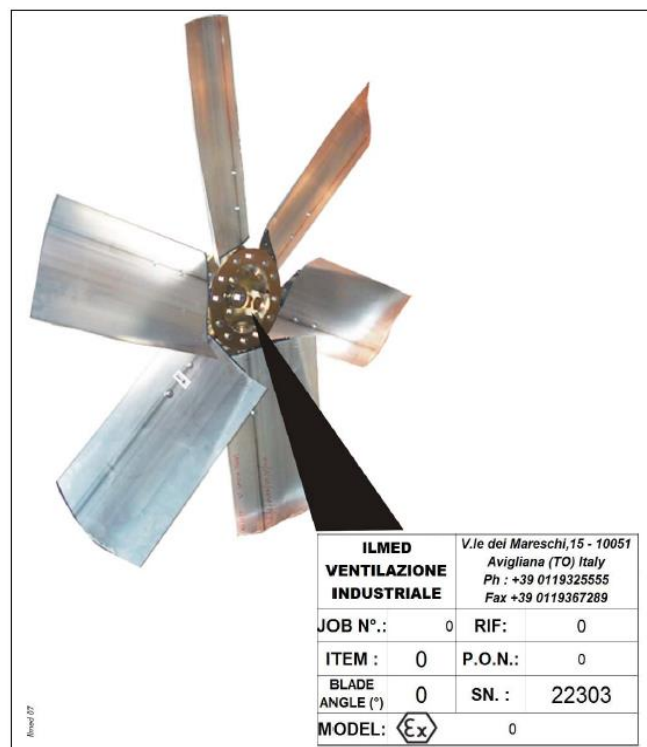

Figure 1-1: Position de la plaque d'immatriculation de la turbine
Les principales données d'identification de la machine sont imprimées sur la plaque d'immatriculation installée sur la machine elle-même (voir figure 1-1).
1. Toutes les données identificatives de la machine (voir numéro de serie, Figure 1-1)